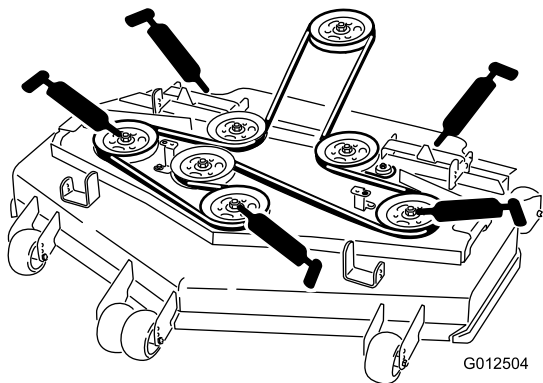

Bild 33
6. Fetten Sie die drei Spindellager ein, bis das Fett austritt (Bild 33).
7. Fetten Sie die Nippel an den Schubarmen ein (Bild 33).